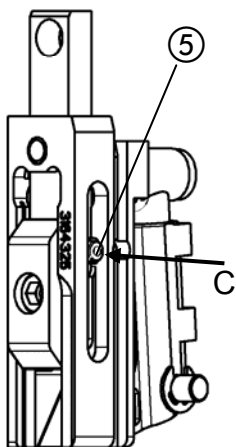
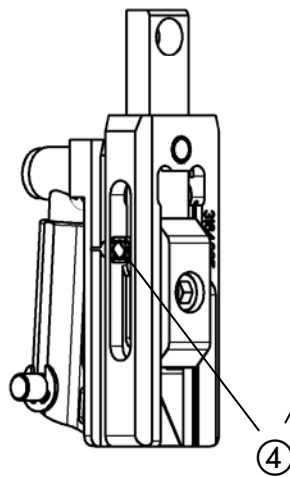
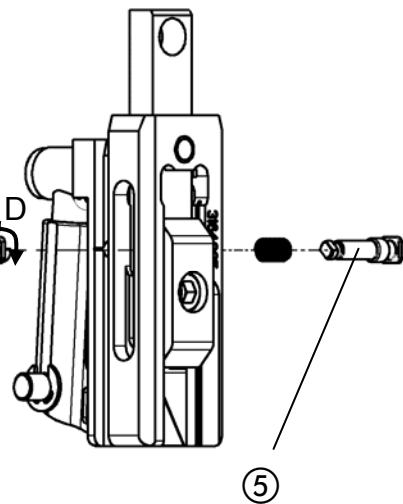

Fig. 29
Fig. 30
Fig. 31
- Fig. 29, Fig. 30, Fig. 31 -
- Presionar el perno de accionamiento ⑤ en el plegador (flecha C) hasta que el seguro del perno ④ sobresalga tanto del plegador que se pueda girar.